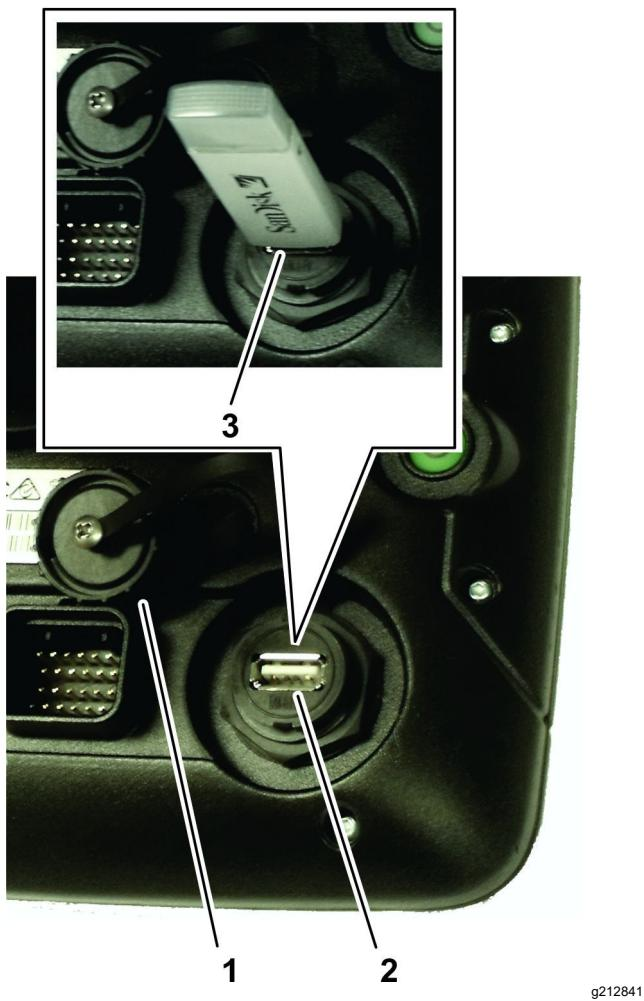

Figura 88
1. Retire el tapón del puerto USB situado debajo del botón de alimentación (Figura 88).
2. Inserte un dispositivo USB en el puerto USB (Figura 88).